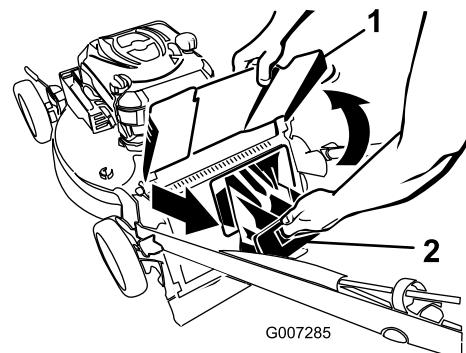

**Figure 23**
1. Faites passer le câble du lanceur autour du guide inférieur (Figure 23).
4. Installez l'obturateur arrière (Figure 23).